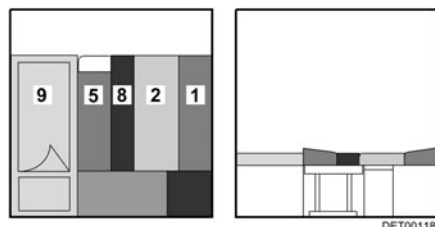

Fig. 73 Después de la transformación
- Colocar el cojín del respaldo (Fig. 73,1) entre el cojín del asiento (Fig. 73,2) y la pared.
- Colocar el cojín adicional (Fig. 73,8) junto al cojín del asiento.
- Colocar el cojín del respaldo (Fig. 73,5) entre el cojín adicional y la cama (Fig. 73,9).